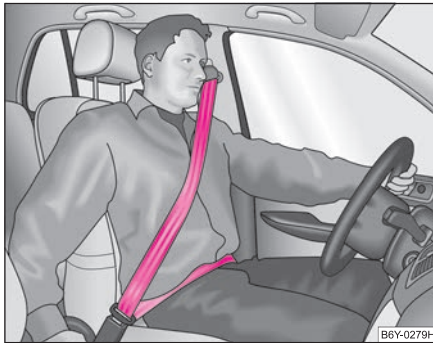

Fig. 107 Position correcte de la sangle baudrier et de la sangle sous-abdominale
- La sangle baudrier ne doit jamais passer au niveau du cou, mais à peu près au milieu de l'épaule et bien s'appliquer sur le buste. La sangle sous-abdominale doit passer devant le bassin, mais pas sur le ventre, et être toujours bien appliquée ⇒ fig. 107. Si nécessaire, ajuster la ceinture.